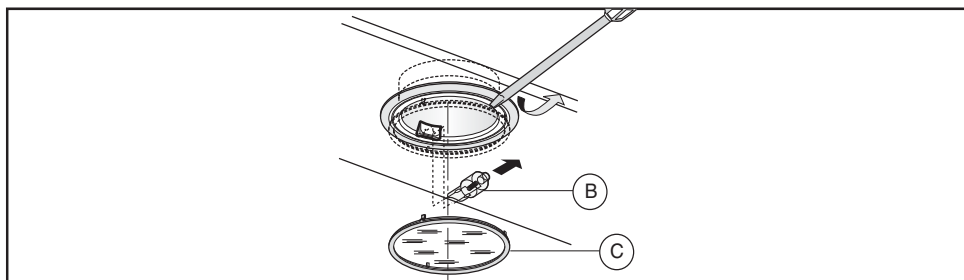

Fig.17
• Substituição das lâmpadas de halogêneo (Fig.17).